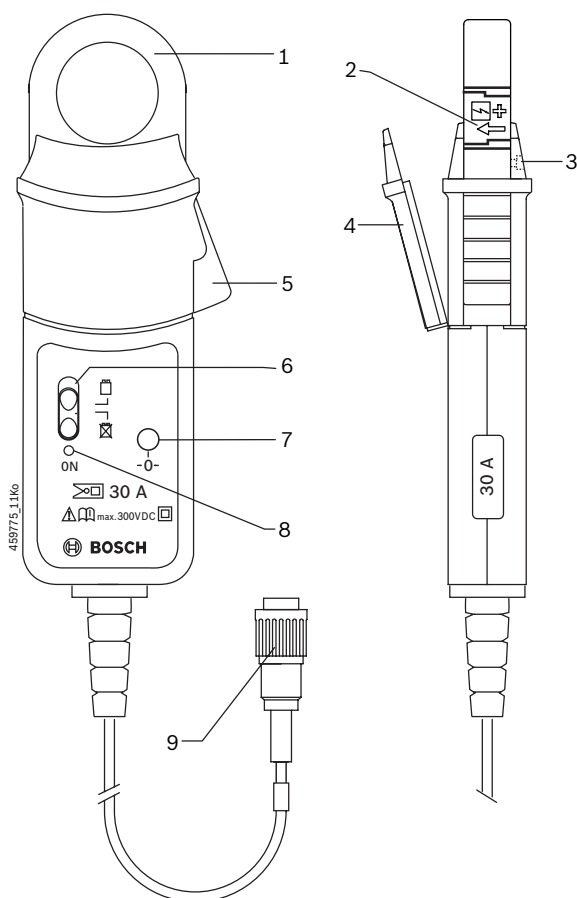

Fig. 1: Strømtang 30 A
Strømforsyningen til strømtangen løber over Bosch-testapparatet, og et batteri er derfor ikke påkrævet. I denne forbindelse har strømtangens batterikontakt (fig. 1, pos. 6) ingen funktion. Strømtangen tilsluttes til testsystemet med tilslutningsstikket (fig. 1, pos. 9).